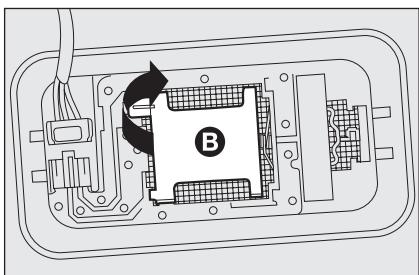

fig. 26
- abra la tapa **B**-fig. 26 tal y como se indica;